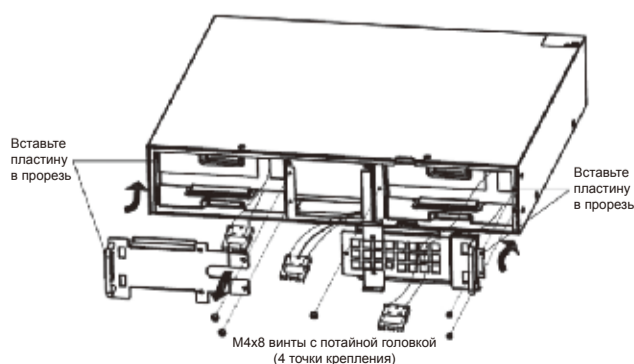

Рисунок 6 Установка перегородок блоков батарей
4. Вставьте новые блоки батарей придерживая их за середину. Убедитесь, что блоки вставлены полностью до конца (см. рисунок 6).